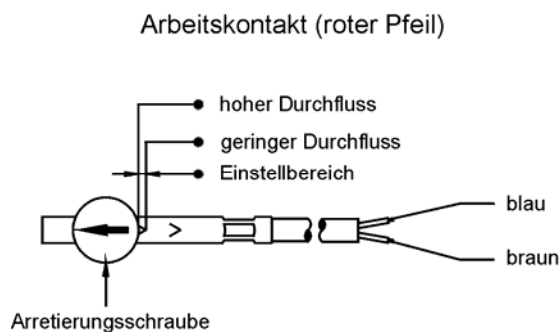
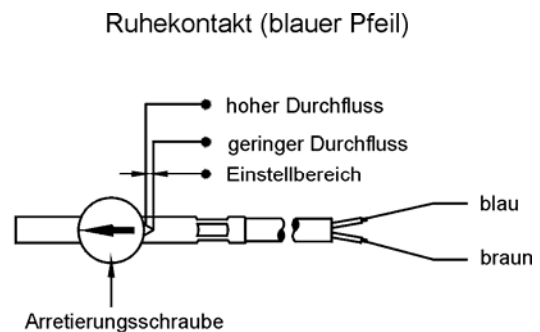

Abb. 18
Abb. 19
- ⇒ Verschieben Sie anschließend die Schalteinheit so weit, dass bei gewünschtem Arbeitskontakt, der rote (Abb. 18) bzw. bei Ruhekontakt der blaue Pfeil (Abb. 19) am Eingang der Führung der Schalteinheit sichtbar ist (entfällt bei Wechselkontakt).